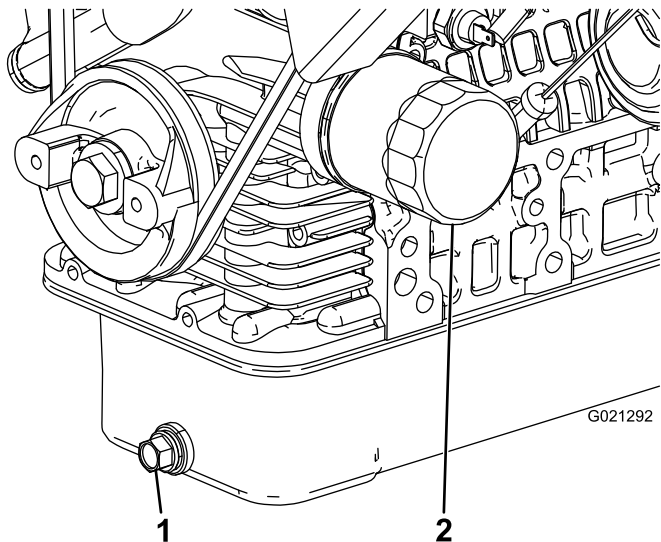

Figura 42
2. Retire el tapón de vaciado y deje fluir el aceite a un recipiente apropiado (Figura 42). Cuando el aceite deje de fluir, coloque el tapón de vaciado.
3. Retire el filtro de aceite (Figura 42).